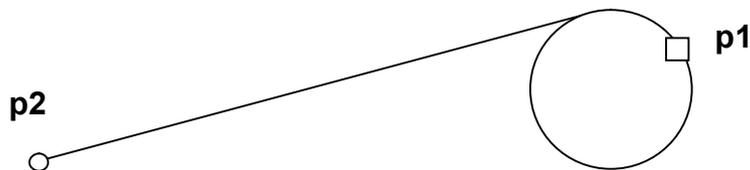

Рис. 1.11. Построение отрезка, касательного к окружности
3) касательный отрезок через внешнюю точку: а) указать графическим курсором кривую (точка **p1**), к которой должна быть проведена касательная прямая; б) указать графическим курсором точку **p2**, через которую проходит касательная прямая (рис. 1.11).